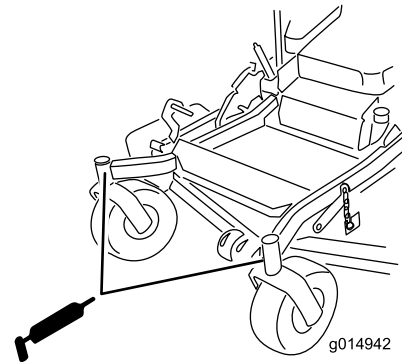

Figura 45
11. Instale el tapón hexagonal y la tapa (Figura 45).
12. Engrase los cojinetes de las ruedas giratorias (Figura 45).